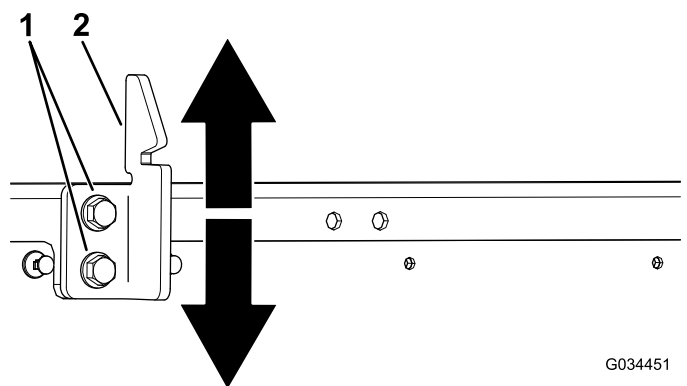

Рисунок 63
3. Ослабьте два болта на ударном выступе защелки кузова и переместите ударный выступ вверх или вниз, если он расположен слишком низко или слишком высоко (Рисунок 63).
4. Затяните 2 болта на ударном выступе защелки кузова (Рисунок 63).